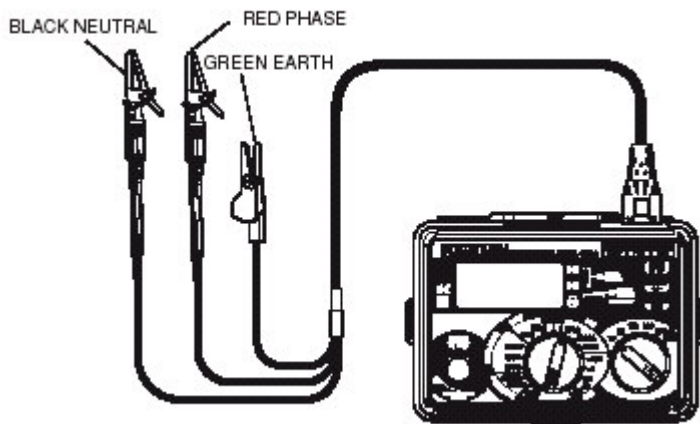

Fig 10
- (1) Stel schakelaar (RCD rated tripping current) in op de nominale afschakelstroom van de te testen verliesstroomschakelaar.
- (2) Plaats de functieschakelaar op $\times \frac{1}{2}$ voor de "no trip" test (niet afschakelen) om er zeker van te zijn dat de verliesstroomschakelaar binnen de specificaties werkt en dat hij niet te gevoelig is afgesteld.
- (3) Druk de faseschakelaar in om 0° op het display te verkrijgen.
- (4) Verbind het toestel met de te testen verliesstroomschakelaar, hetzij via een geschikt stopcontact (fig. 9), hetzij via de OMA DIEC meetsnoeren (fig. 10).
- (5) Controleer of de diodes voor correcte bedrading P-E en P-N oplichten en dat de diode voor foutieve aansluiting gedoofd is. Is dit niet het geval, ontkoppel dan de tester en controleer of er geen fout is in de bedrading.
- (6) Lichten de diodes op zoals het moet, druk dan op de testknop om de helft van de nominale afschakelstroom gedurende 2000 ms aan te leggen ingeval de verliesstroomschakelaar niet mag afschakelen. De diodes PN en PE moeten opgelicht blijven om aan te duiden dat de verliesstroomschakelaar niet afgeschakeld is.
- (7) Druk op de faseschakelaar om 180° op het display te verkrijgen en herhaal de test.
- (8) Ingeval de verliesstroomschakelaar afschakelt, wordt de afschakeltijd weergegeven; het is echter mogelijk dat de verliesstroomschakelaar defect is.
- (9) Plaats de functieschakelaar op $\times 1$ voor de "trip" test (afschakelen) waarbij de tijd wordt gemeten die de verliesstroomschakelaar nodig heeft om af te schakelen bij een voorafgeregelde reststroom.
- (10) Druk op de faseschakelaar om 0° op het display te verkrijgen.
- (11) Controleer of de diodes P-E en P-N oplichten, zo niet de tester loskoppelen en de bedrading nakijken.
- (13) Als de diodes wel oplichten, op de testknop drukken om de volledige afschakelstroom aan te leggen; de verliesstroomschakelaar moet afschakelen en de afschakeltijd wordt op het display weergegeven. Indien de verliesstroomschakelaar afgeschakeld is moeten de diodes PN en PE gedoofd zijn. Controleer of dit het geval is.